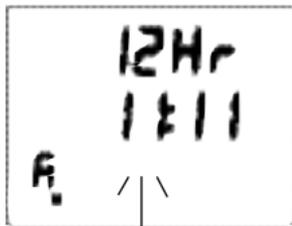

Fig. 40 - AJUSTE HORA
- Si mantiene pulsado el botón S (lateral) mientras el valor de las HORAS parpadea (Fig. 40), se desplazará por los valores de ajuste, con incrementos de 1 hora, a una velocidad de 4 por segundo desde las 12: am hasta las 11: pm (o desde las 0: hasta las 23: si selecciona el formato de 24 horas).